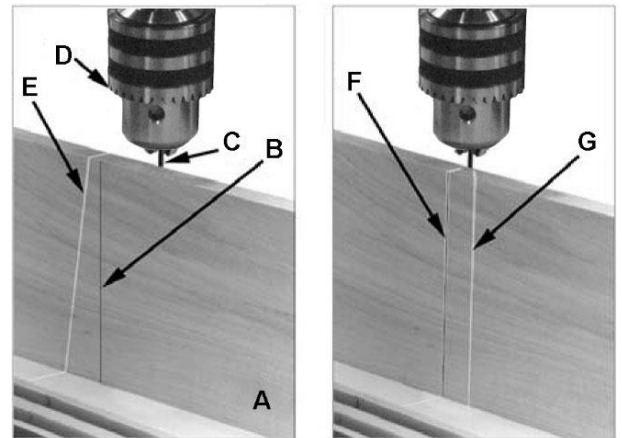

Рис. 8-8
1. Возьмите доску (A, рис. 8-8) и начертите перпендикулярную линию (B) на одной стороне при помощи угольника.
2. Закрепите в патроне (D) небольшое сверло (C), затем разместите доску (A) вертикально под сверлом маркированной стороной в направлении задней части станка.
- ВАЖНО:** Стол станка должен быть в горизонтальном положении и зафиксирован. Убедитесь, что линия (B, рис. 8-8) перпендикулярна столу.
5. Отрегулируйте противоположный лазер таким же способом. Два параллельных лазерных луча должны выглядеть как F и G на рис. 8-8. Расстояние между лучами будет различна в зависимости от толщины доски. Но в любом случае, лучи должны быть параллельны.